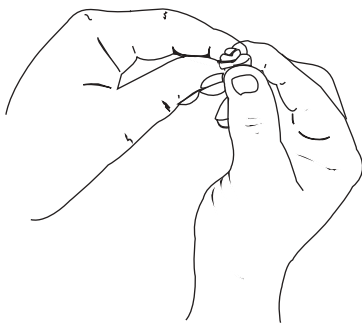

Fig. 59
5. Pressez le filtre pour répartir et drainer l'excédent d'huile (Fig. 59).